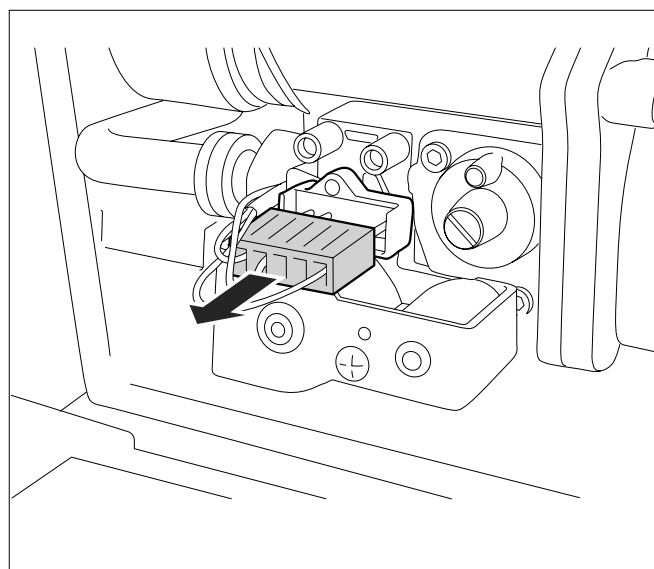

Fig. 41 Scoaterea fișei robinetului de gaz
- Scoateți fișa din robinetul de gaz (vezi Fig. 41).
- Introduceți din nou fișa în robinetul de gaz (vezi Fig. 41).